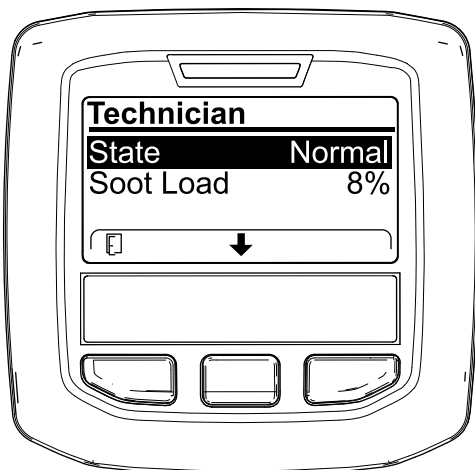

Figure 44
- Reportez-vous au tableau de fonctionnement du FAP pour comprendre l'état actuel de fonctionnement du FAP (Figure 44).